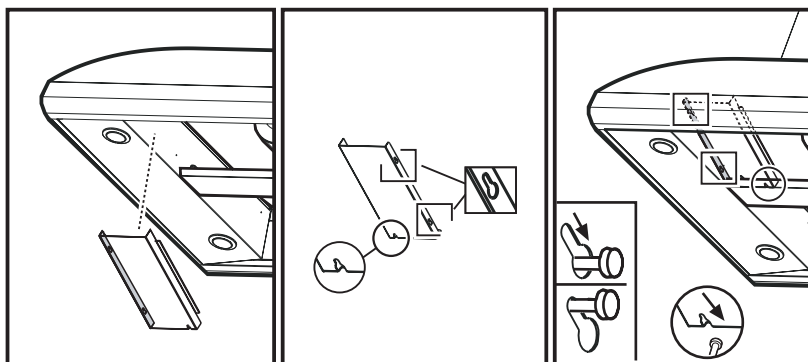

FIG. 13
3. Enfoncez d'un déclic la garniture de chicane (fournie séparément) à quatre côtés sur la hotte (4 tiges s'enfoncent dans chaque côté de la garniture) (IVS-52 seulement). Voir fig. 13.